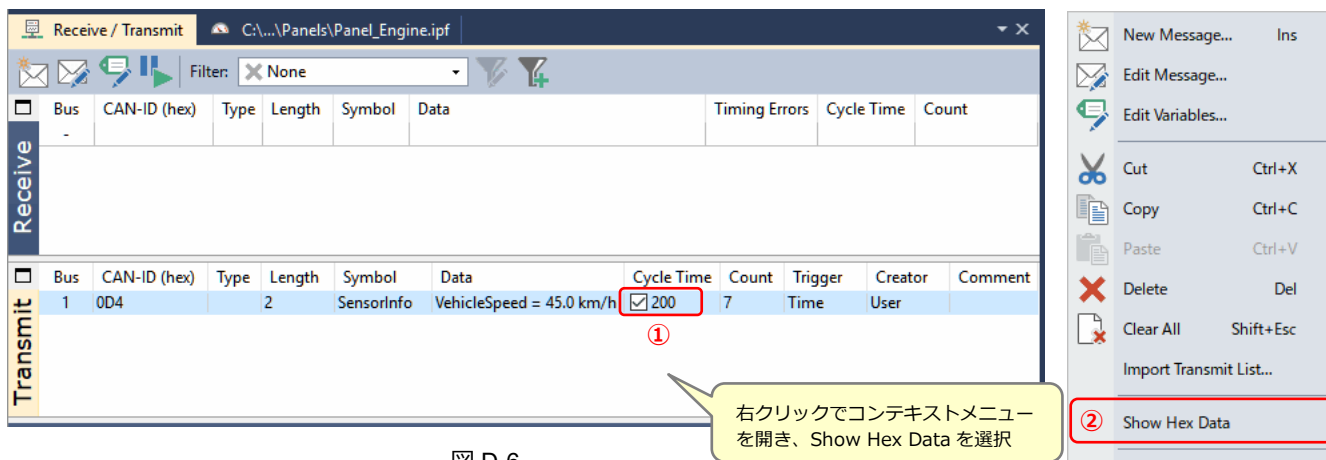
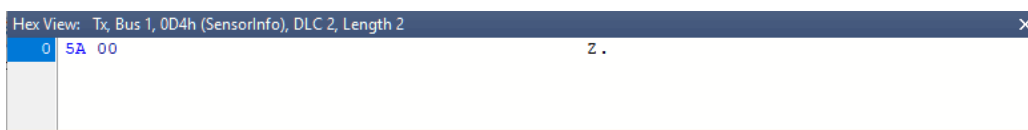

図 D-6
図 D-7
Transmit 欄は、図 D-6 のようになります。
Cycle Time のチェックボックス (図 D-6 ① 参照) にチェックすると周期送信が開始されます。
任意にシングル送信を行うには、Cycle Time のチェックを外し、メッセージを選択した状態でスペースキーを押します。または、CAN-ID の値 (図 D-6 では「0D4」の箇所) をダブルクリックします。
Transmit 欄で右クリックして表示されるコンテキストメニューから Show Hex Data を選択すると (図 D-6 ② 参照)、図 D-7 のように表示されます。VehicleSpeed: 45 km/h は、データ 5A 00 であることが分かります。また、「9.3 シグナル (物理値) 参照」の方法でもデータ参照することができます。